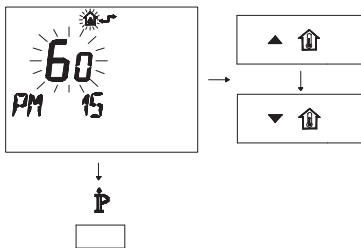

Figura 5.41
- Modificare il SET programmato agendo sui pulsanti o fino a visualizzare un set di 60, aspettare che il numero programmato cominci a lampeggiare (Figura 5.41).